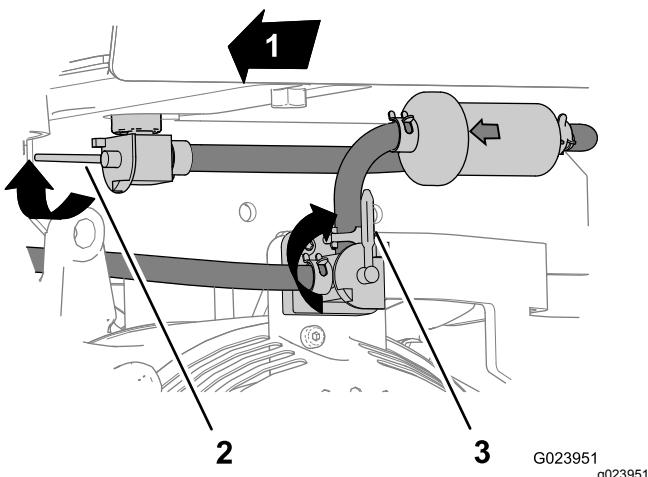

Figura 23
2. Gire la palanca de la válvula de cierre del depósito hacia adelante y hacia arriba a la posición de CERRADO (Figura 23).
4. Gire la palanca del interruptor del motor en sentido horario a la posición de PARADA y deje que el motor se enfrie (Figura 23).
12. Abra la válvula de cierre del depósito, accione el interruptor del motor, y compruebe que no hay fugas de combustible (Figura 23).